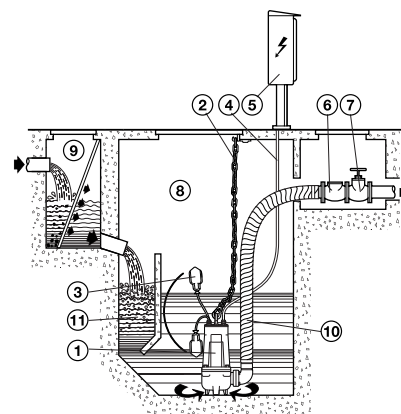

Fig. 2
- PH: incluído entre 6 ÷ 11 (fig. 2)